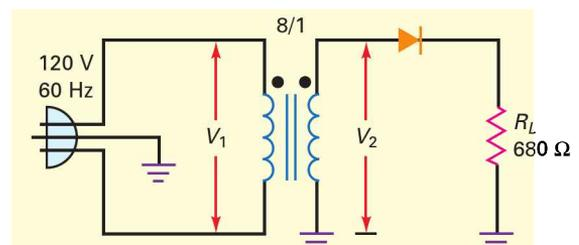

Figure 4.37
- 4.7 Calculez les tensions crête et continue à la sortie du montage de la figure 4.37 en supposant la diode idéale.
- 4.8 Calculez les tensions crête et continue à la sortie du montage de la figure 4.37 en utilisant pour la diode la deuxième approximation.